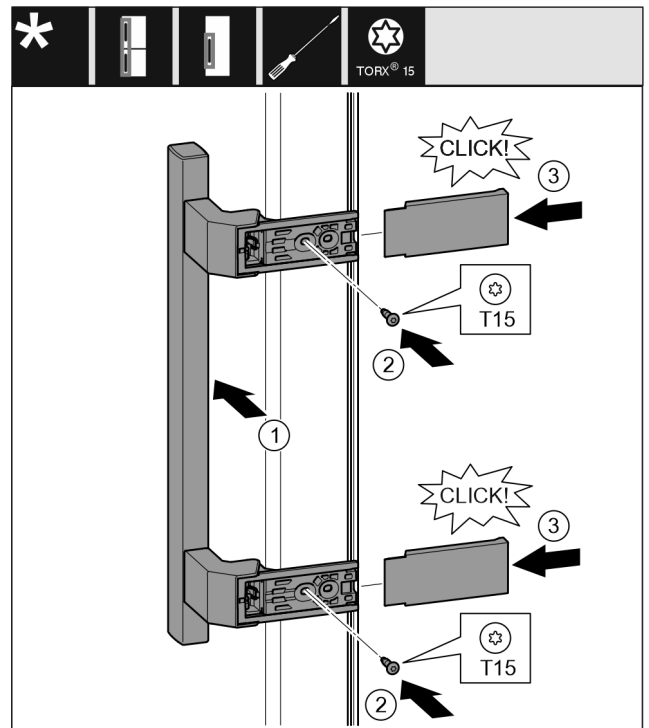

Fig. 23
- ▶ Griff auf der Gegenseite ansetzen. Fig. 23 (1)
- ▶ Schrauben mit Schraubendreher T15 festschrauben. Fig. 23 (2)
- ▶ Abdeckungen seitlich ansetzen und aufschieben. Fig. 23 (3)